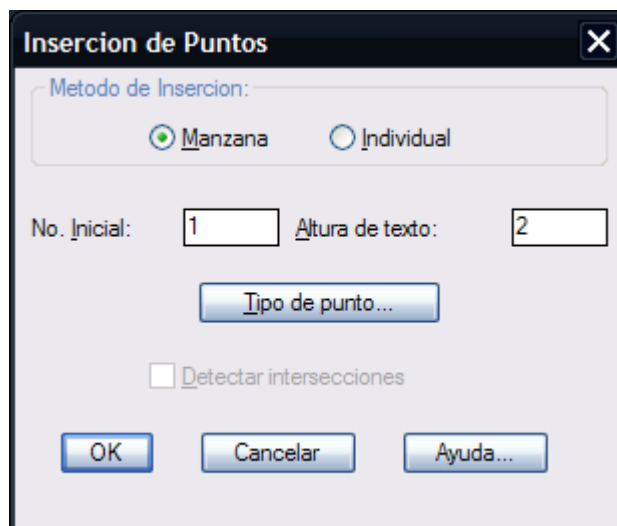

Fig. 3: Caja de diálogo para insertar puntos.
4. Escoja la opción **Indicar puntos**. Acepte los valores por defecto de la caja de diálogo (método de inserción, número inicial y altura de texto. Presione **OK**. Al desaparecer la caja de diálogo acepte el valor de rotación de texto presionando la tecla Enter e indique el número de manzana 10 (Fig. 3).